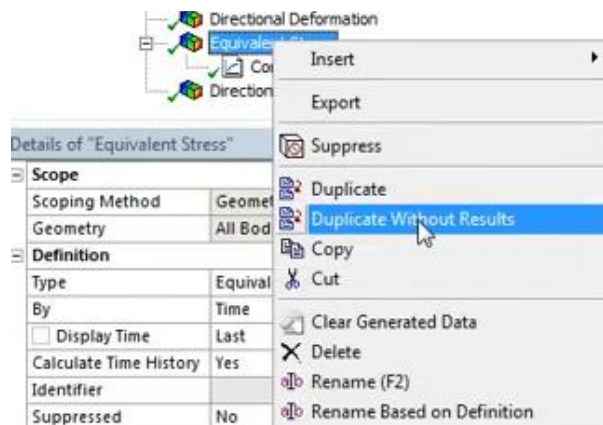

Рис. 20
*Solution (A6) → Equivalent stress → Duplicate Without Results (рис. 20)*